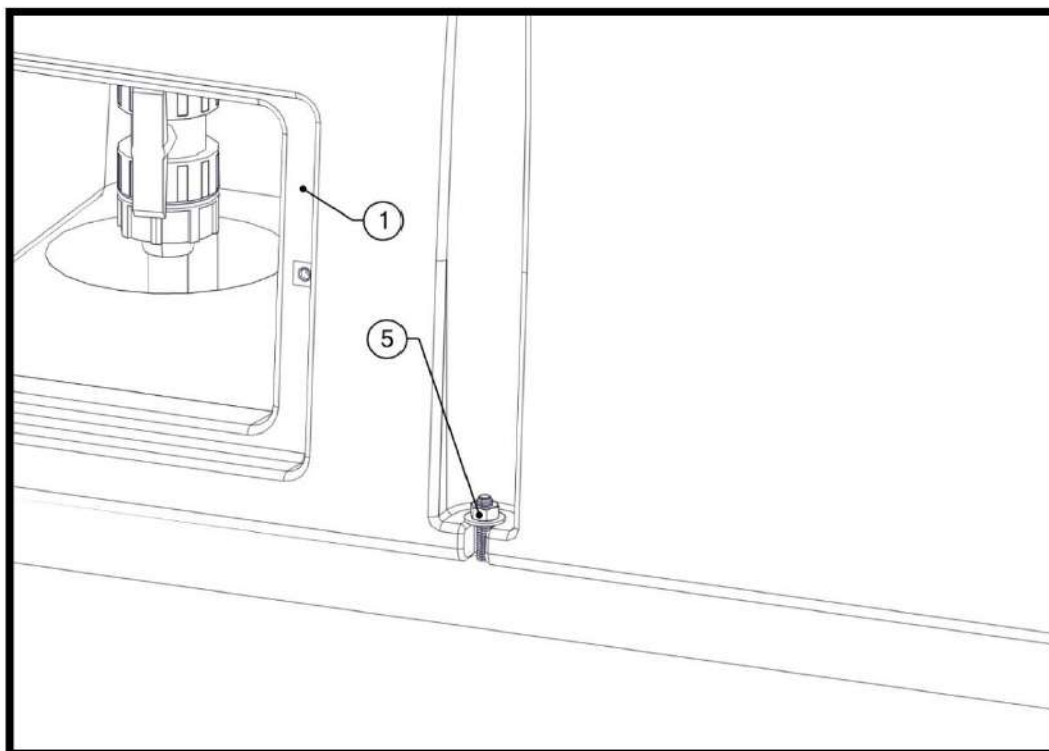

Рис. 6
- 4) Просверлите отверстия и закрепите поилку поз.1 клиновыми анкерами поз.5, так как показано на рис. 6.